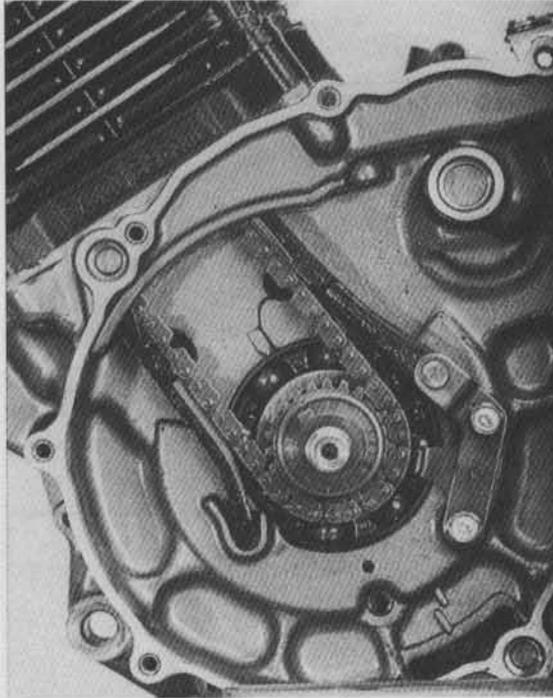

Bild 142 ▶
- Steuerkette auf Kettenrad auffädeln und mit zwei Schrauben SW 10 an Nockenwelle befestigen (flüssige Schraubensicherung verwenden). Dabei muss Bohrung der Nockenwelle nach oben weisen (Stellung Arbeits- oder Verbrennungs-OT). Strichmarkierung auf Kettenrad muss mit Dichtfläche fluchten (Bild 142).